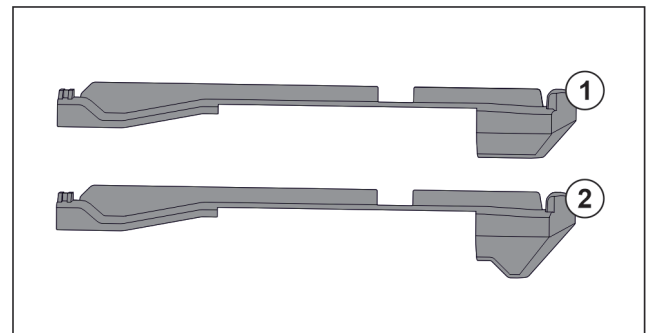

Fig. 141 A felhúzóható elemek összehasonlítása
A készülékben két különböző felhúzóható elem található. A legelső fiók felett lévő felhúzóható elemnek Fig. 141 (2) háromszögletű éle van. Minden más felhúzóható elemnek Fig. 141 (1) egyenes éle van.
- A háromszögletű éllel rendelkező felhúzóható elemet Fig. 141 (2) vigye a legelső fiók fölé.
- Egyenes éllel rendelkező felhúzóható elemet Fig. 141 (1) tegyen minden más helyre.